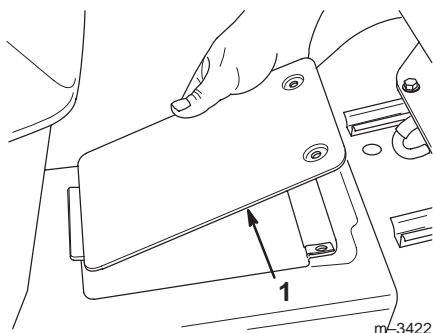

Figure 33
3. Dévissez les deux vis de fixation du couvercle d'entretien de l'arbre de transmission sur le tunnel du tracteur, à côté du siège, et ouvrez-le (Fig. 33).